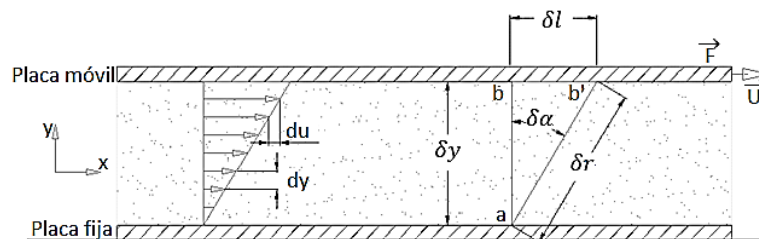

Figura 1.2. Dos placas aisladas por un fluido en la cual una de ellas comienza a moverse.
**g) Viscosidad absoluta y viscosidad cinemática.** Un indicativo de la facilidad con la cual se derrama un líquido es la viscosidad, esta característica de los fluidos se la define como la propiedad de ofrecer resistencia al movimiento relativo de sus moléculas. Para estudiar la viscosidad en un fluido se parte del análisis del movimiento entre dos placas de dimensiones muy extensas sobre un fluido, tal como se muestra en la figura 1.2. Se observa que la placa superior está sometida a una fuerza horizontal  $F$ , lo cual produce un desplazamiento de velocidad constante  $U$ , la placa inferior permanece fija (velocidad cero) y la velocidad en la parte superior es  $U$ , luego se puede asociar que la fuerza está relacionada directamente el área de la placa y la rapidez de deformación angular,  $\frac{\delta \alpha}{\delta t}$ , o